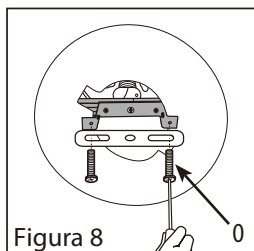

Figura 8
9. Coloque la barra de montaje de su artefacto de iluminación (Q) (no incluida, se incluye con el artefacto de iluminación que compró por separado) sobre el soporte de montaje (F) con dos tornillos de 1/2 pulg. (12,7 mm) de largo (O) (incluidos) (Figura 8). Siga las instrucciones de instalación incluidas con su artefacto de iluminación para montarlo sobre el juego adaptador para cajas empotradas.